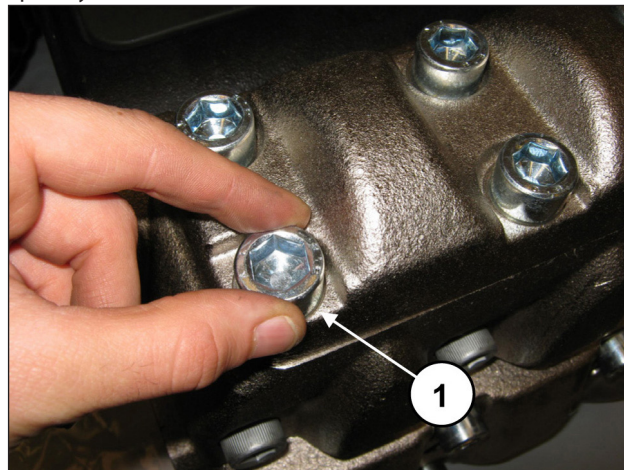
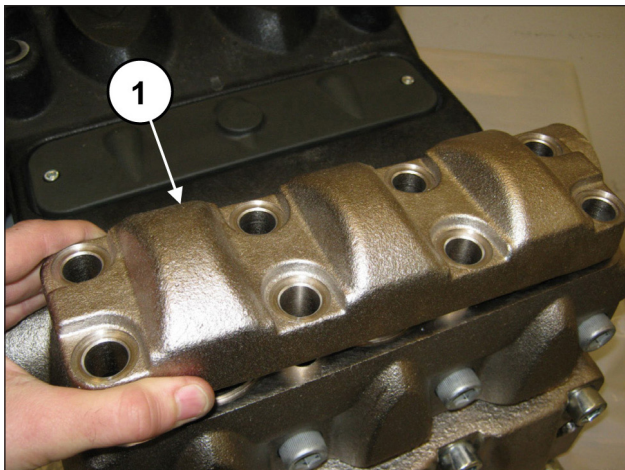

Рис. 135
Рис. 136
Открутите 8 винтов M16x45 на крышке узла нагнетательных клапанов (поз. ①, Рис. 135) и снимите крышку (поз. ①, Рис. 136).